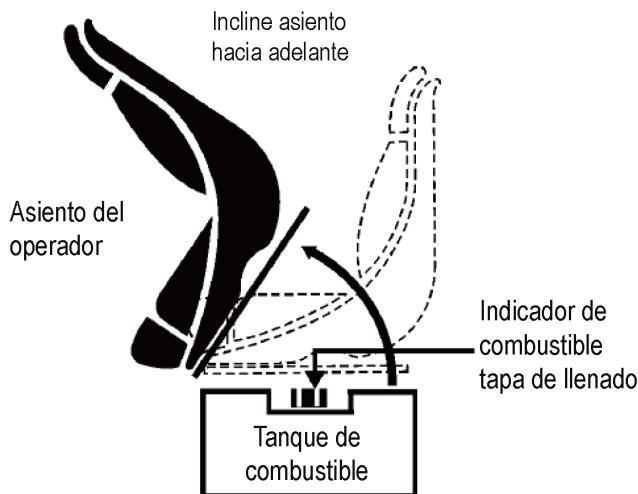

Figura 10. Acceso al Tanque de combustible
2. Incline el asiento del operador (Figura 10) hacia adelante para obtener acceso al tanque de combustible.